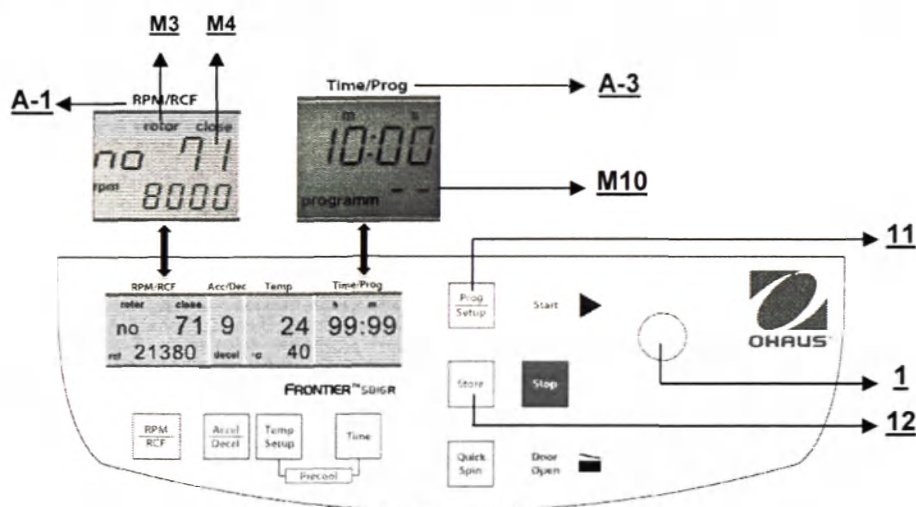

Рис. 25
Для вызова записанной программы нажмите кнопку **«Prog/Setup»** (11) (см. рис. 25) при закрытой крышке центрифуги. На дисплее **«Time/Prog»** (A-3) высветится надпись **«programm →»** (M10). Нужный номер программы можно выбрать с помощью кнопки регулировки (1).
Для выхода из режима программирования нажмите кнопку **«Prog/Setup»** (11) (см. рис. 25). При этом на дисплее **«Time/Prog»** высветится надпись **«programm»**.